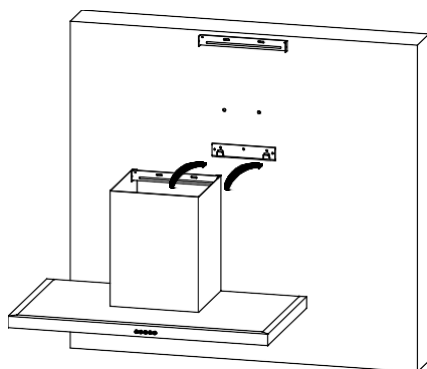

Fig.6
- Encaixe a cobertura na placa de instalação. Veja Fig.6.